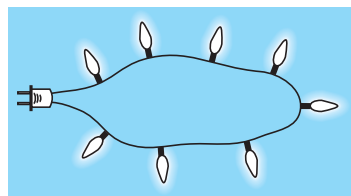

Figura 5.100 Problema 16.
16. Oito luzes de Natal estão conectadas em série como mostra a Figura 5.100.